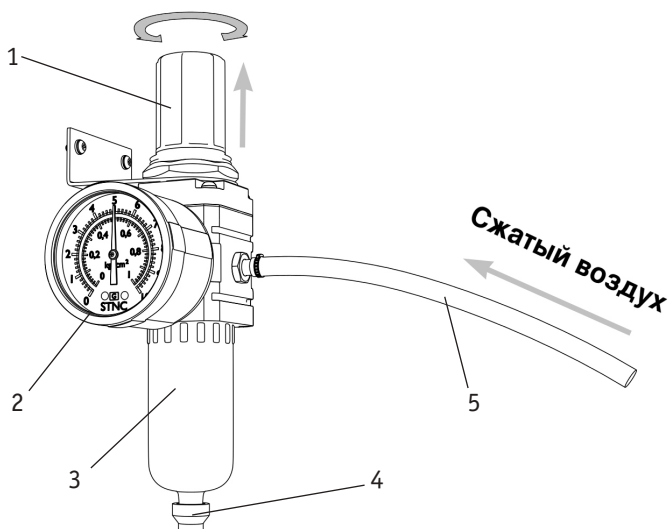

Рис. 7.4. Фильтр-регулятор.
3. Фильтр-регулятор (См. рис. 7.4).
7. На аппарате установите необходимое давление сжатого воздуха в зависимости от толщины разрезаемого металла (См. таблицу 8.4). Для регулировки давления (См. рис. 7.4) выполните следующие действия: